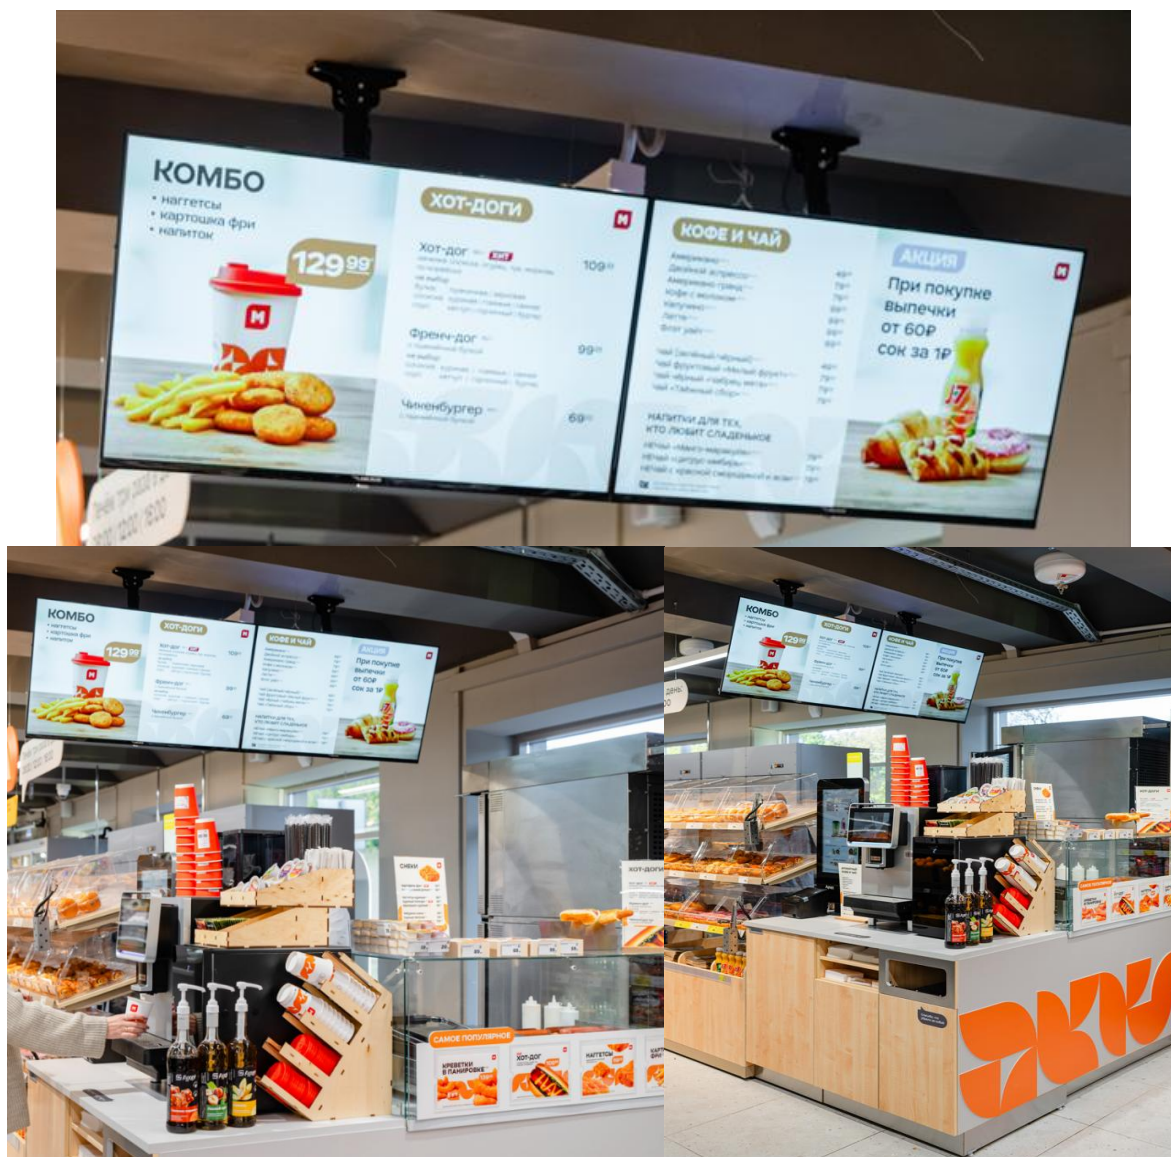

Рисунок 6.5 – Пример крепления ТВ-панели на потолочный кронштейн
- Использовать телескопический ТВ кронштейн с креплением к потолку (рис.6.5)